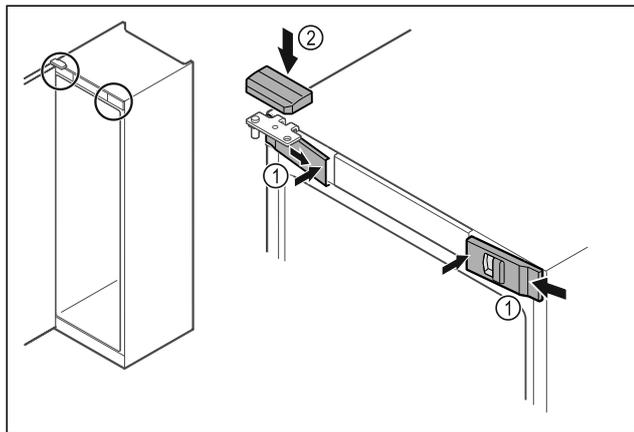

Fig. 48 *
- ▶ Зацепите сбоку и защелкните передние крышки Fig. 48 (1) с внутренней стороны.*
- ▶ Защелкните верхнюю крышку Fig. 48 (2) сверху.*